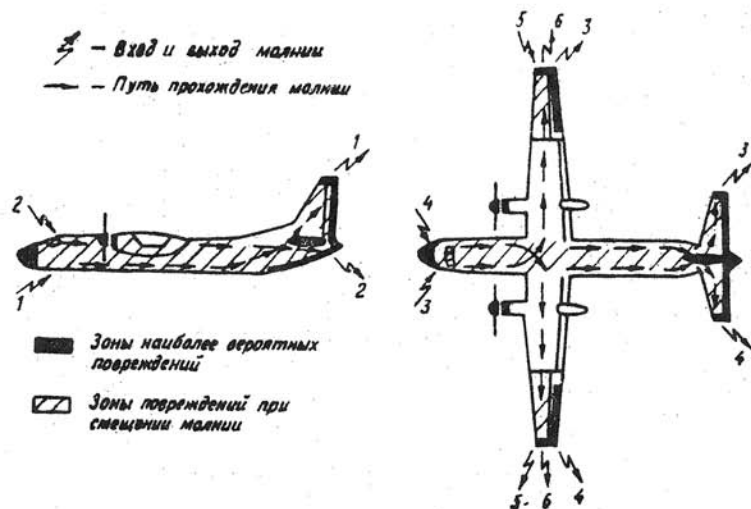

Рис. 2. Наиболее поражаемые зоны на самолете и характерные пути прохождения молнии по самолету
- осмотрите обтекатель носовой части, обшивку фюзеляжа, крыла, оперения, обратив особое внимание на поверхности/зоны/, указанные на рис.2. Убедитесь в отсутствии следов поражения молнией /оплавление, прожиг, изменение цвета и отслоение ЛКП/;